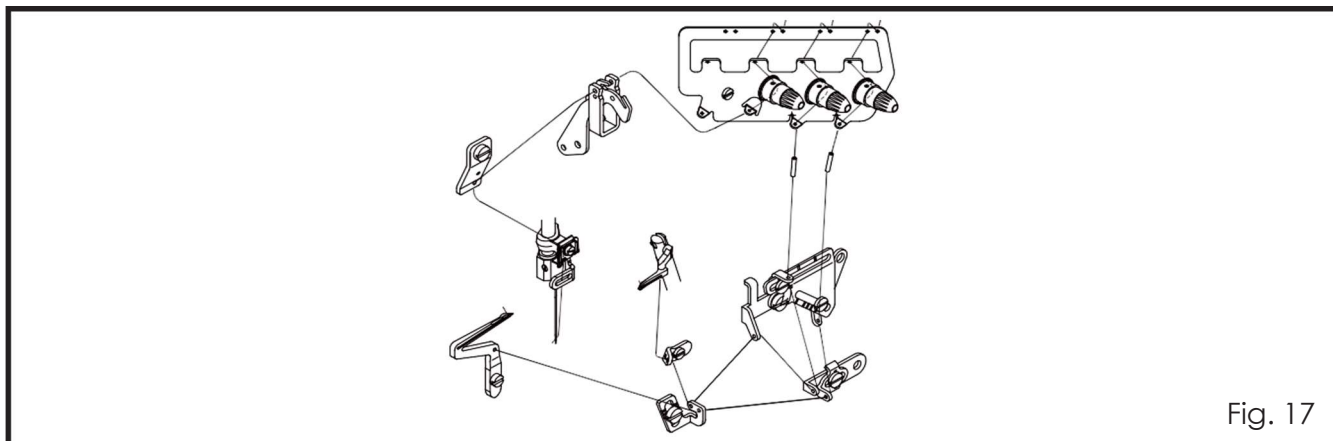

Fig. 17
1. Somente para três linhas 737(Fig. 17)